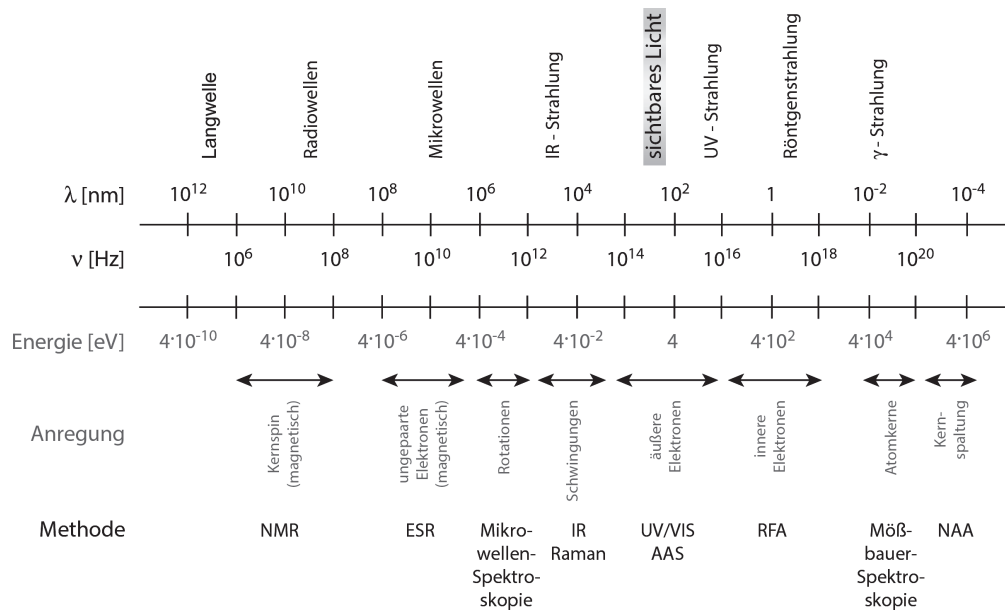

Abbildung 1.3: Elektromagnetische Strahlung in der Instrumentellen Analytik
- ✓ Zuletzt erwähnt sei noch das weite Feld der **Molekülspektroskopie**: Hier werden Schwingungen (Vibrationen) und Rotationen von Molekülen untersucht; dabei können die verschiedensten elektromagnetischen Wellenlängenbereiche zur Untersuchung gänzlich unterschiedlicher Sachverhalte ausgenutzt werden. Einen groben Überblick hierzu bietet Abbildung 1.3.